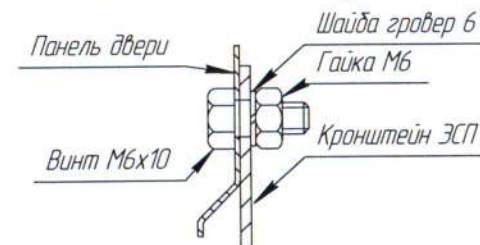
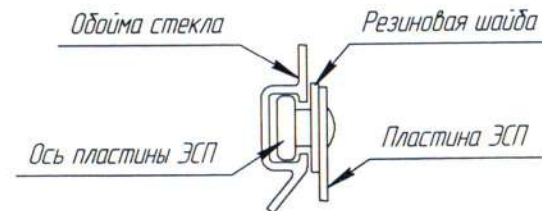

Рис.3
Рис.4
4.5.3 Установить ЭСП в последовательности: ввести ЭСП в полость двери, совместить и завести ось пластины ЭСП в обойму стекла (см. рис.4), ввести нижний болт ЭСП в нижнее отверстие двери, совместить отверстие верхнего кронштейна ЭСП с верхним отверстием двери (см. рис. 3) и окончательно закрепить ЭСП.